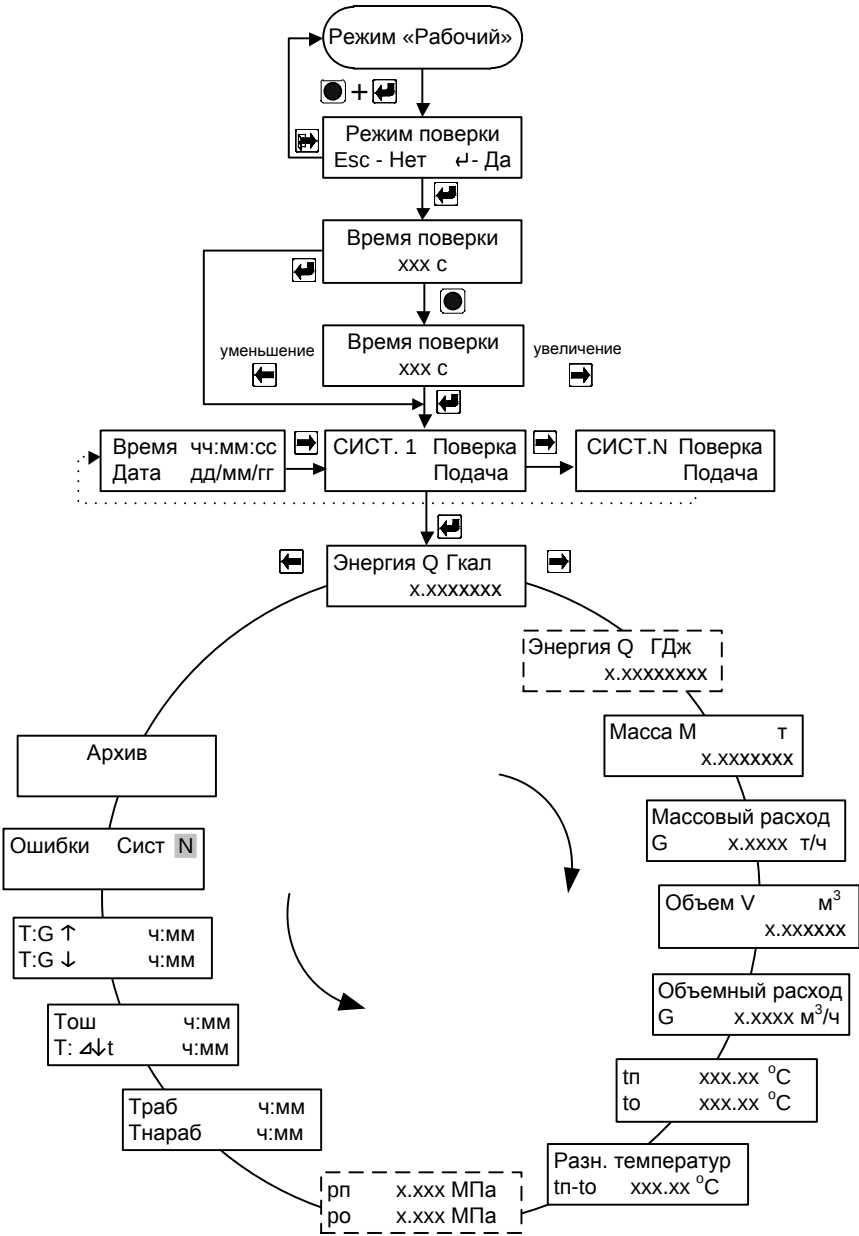

Рис. 7.3
7.4.1 Для входа в режим работы теплосчетчика «Поверка» необходимо, находясь в любом меню режима «Рабочий», **одновременно** нажать кнопки «**служебная**» и «**вход**». Для выхода из режима поверки необходимо, находясь в любом меню режима «Поверка», **одновременно** нажать кнопки «**служебная**» и «**выход**». Порядок перехода между окнами режима «Поверка» изображен на Рис. 7.3.